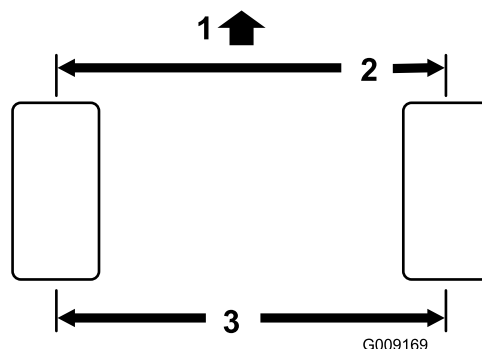

図 83
2. 後輪の前と後ろで、左右のタイヤの中央線間距離を測るアクスルの高さ位置で計測 図 83。